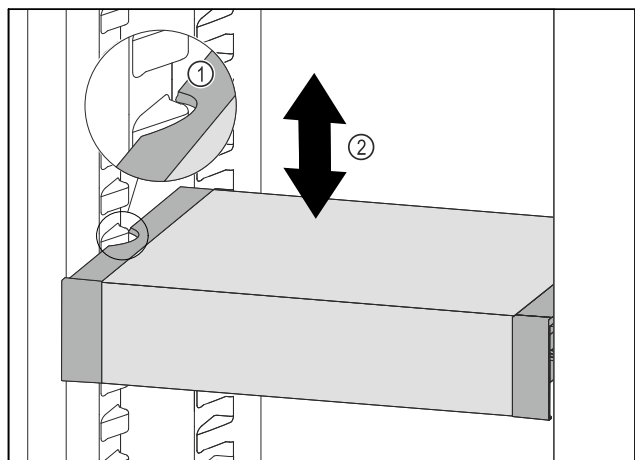

Fig. 77
- ▶ Тяните VarioSafe вперед, пока боковые выемки VarioSafe не окажутся на высоте выступа резервуара в холодильном отделении. Fig. 77 (1)
- ▶ Двигайте VarioSafe в холодильном отделении вверх или вниз, пока не будет достигнута требуемая высота. Fig. 77 (2)